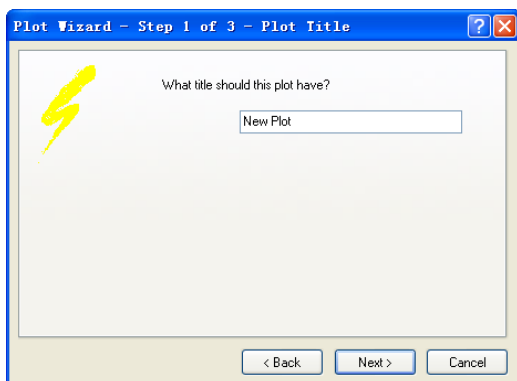

图 12-39 输入新波形的名称
(4) 波形的运算
Step1 可以根据需要对生成的波形进行各种与、或等逻辑运算。选择“绘图”→“新图形”菜单命令, 打开“Plot Wizard-Step 1 of 3-Plot Title”(绘制向导-3-绘制主题步骤 1) 对话框, 在该对话框中输入新建波形的名称, 如图 12-39 所示。